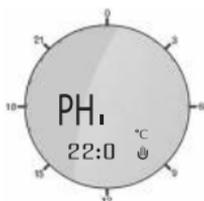

Рисунок 8. Индикация настройки комфортной температуры
Нажмите повторно клавишу меню (4), чтобы войти в настройку комфортной (максимальной) температуры, на дисплее появится индикация соответствующая рис. 8.